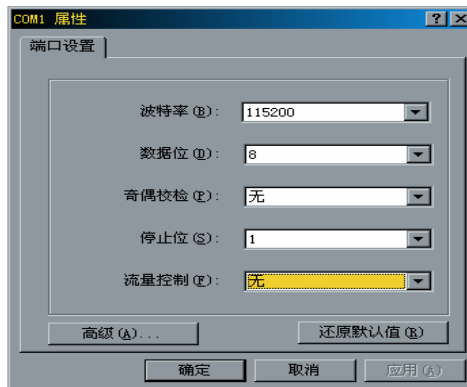

图 4-4 端口通信参数设置
- (3) 设置终端通信参数为：波特率最大为 115200bit/s、8 位数据位、1 位停止位、无校验和无流控，并选择终端类型为 VT100。如图 4-4所示。